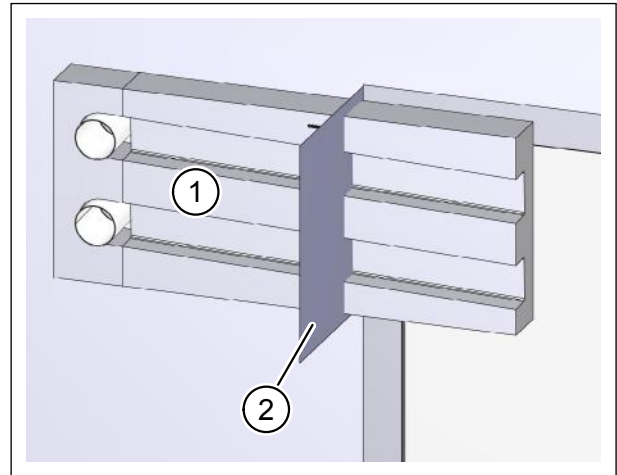

Abb. 31: „Montageset Fensterlaibung WDVS“ ablängen und fixieren
- ▶ Setzen Sie das Montageset Fensterlaibung (Pos. 1 in Abb. 31) ohne Dämmplatte auf die Rohwand auf. Die Lüftungsrohre fixieren es.
- ▶ Markieren Sie am Montageset Fensterlaibung die Stelle, an der es mit der unverputzten Fensterlaibung fluchtet (Pos. 2 in Abb. 31).